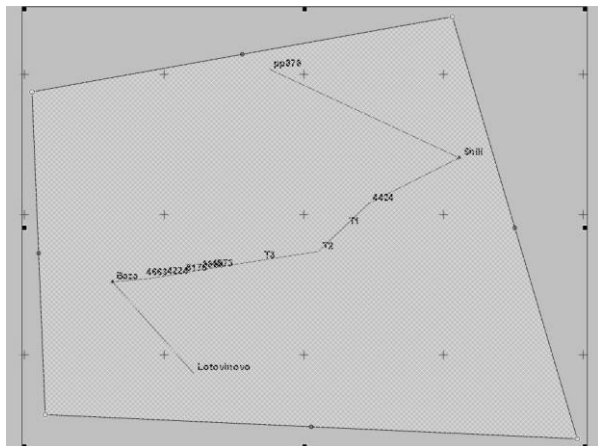

Рис. 35 Создание фрагмента чертежа
3. Активизируйте команду **Чертежи/Контур** и создайте фрагмент (рис. 35), замкнув при этом контур на первой его точке. При необходимости отредактируйте границы созданного контура.